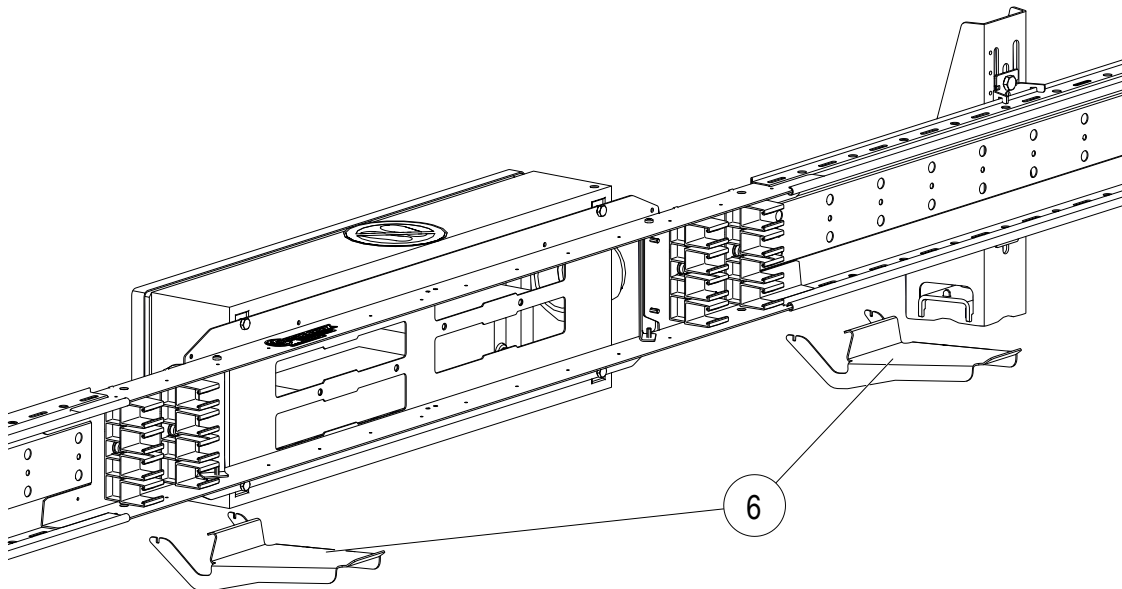

Abb. 26: Hilfskonsole (6) in das ProShell-Tragprofil einhängen
1. Die Hilfskonsolen (6) in die ProShell-Tragprofilschienen einhängen (siehe Abb. 26).